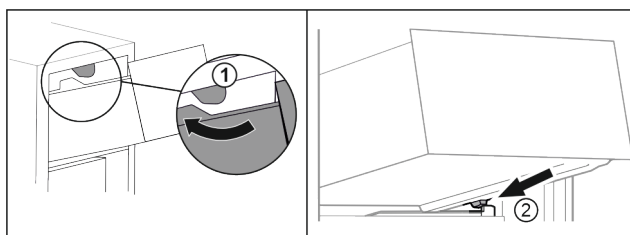

Fig. 94
- ▶ Introduzca el cajón rodeando los topes superiores. Fig. 94 (1)
- ▶ Coloque el cajón inclinado detrás de los topes inferiores sobre la nervadura para recipientes. Fig. 94 (2)